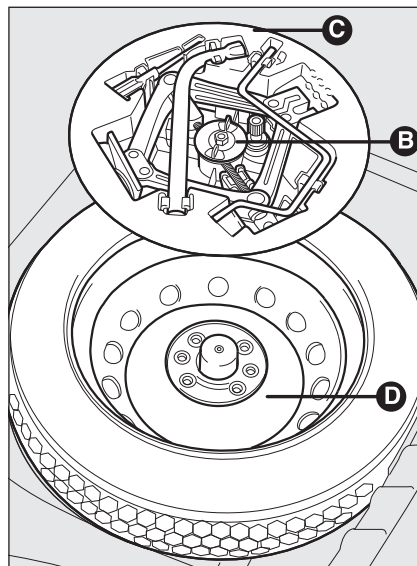

fig. 4
- ☐ dévisser le dispositif de blocage **B-fig. 4** ;